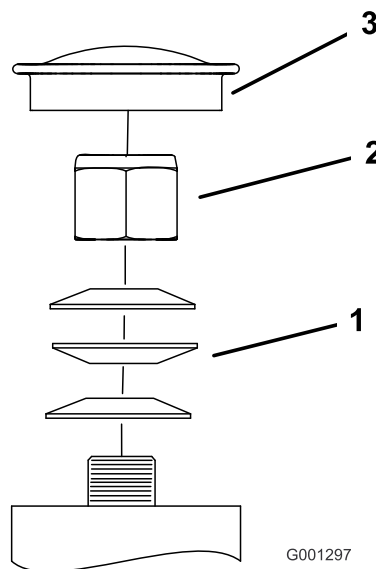

Figura 69
3. Retire el tapón anti-polvo de la rueda giratoria y apriete la contratuerca (Figura 69).
4. Apriete la contratuerca hasta que las arandelas de muelle estén planas, luego afloje 1/4 de vuelta para establecer la pre-carga correcta de los cojinetes ().Figura 69
Importante: Asegúrese de que las arandelas de muelle están correctamente instaladas, según se muestra en Figura 69.
5. Coloque el tapón anti-polvo (Figura 69).